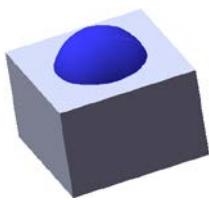
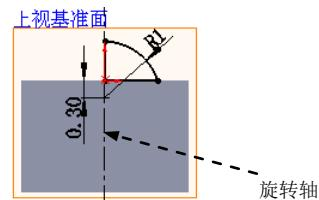

图 12.3.4 旋转 1
图 12.3.5 横断面草图
(3) 定义拉伸深度属性。
① 定义深度方向。采用系统默认的深度方向。
② 定义深度类型和深度值。在“凸台—拉伸”对话框 **方向1** 区域的下拉列表中选择 **给定深度** 选项，在 **D1** 中输入深度值 2.0。
(4) 单击  按钮，完成凸台—拉伸 1 的创建。
Step3. 创建图 12.3.4 所示的零件基础特征——旋转 1。
(1) 选择命令。选择下拉菜单 **插入(I)** → **凸台/基体(B)** → **旋转(R)...** 命令。
(2) 定义特征的横断面草图。
① 定义草图基准面。选取上视基准面作为草图基准面。
② 定义横断面草图。在草图环境中绘制图 12.3.5 所示的横断面草图。
(3) 定义旋转轴线。采用图 12.3.5 所示的中心线作为旋转轴线。
(4) 定义旋转属性。
① 定义旋转方向。在“旋转”对话框 **方向 1** 区域的下拉列表中选择 **给定深度** 选项，采用系统默认的旋转方向。
② 定义旋转角度。在 **方向 1** 区域的 **A1** 文本框中输入数值 360.0，选中 **合并结果(M)** 复选框。
(5) 单击 按钮，完成旋转 1 的创建。